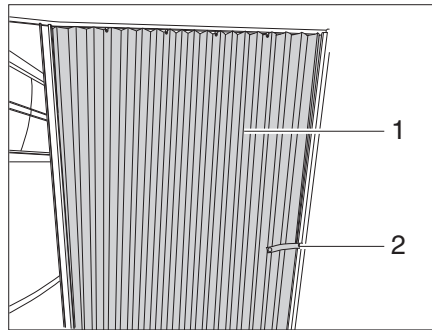

Fig. 179 Rideau pliant
- Détacher la bande de sécurité (Fig. 179,2).
- Tirer le rideau pliant (Fig. 179,1) en position de fermeture.
- Amener le rideau pliant (Fig. 179,1) dans la position d'ouverture.
- Fixer le rideau pliant avec la bande de sécurité (Fig. 179,2).